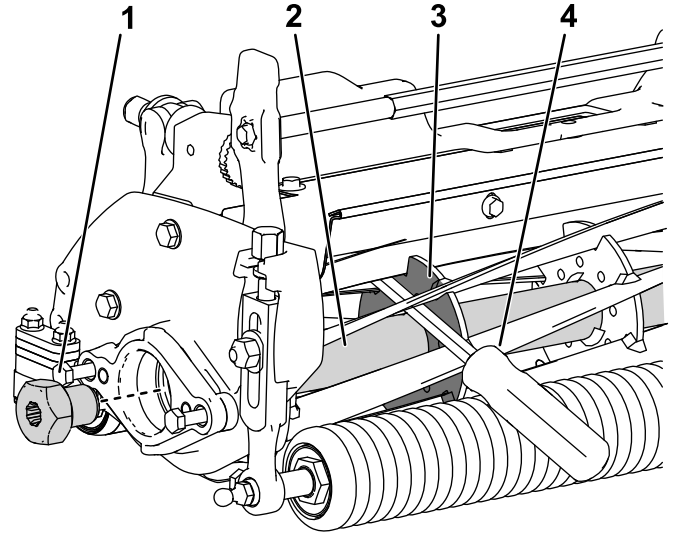

Bild 37
1. Stecken Sie ein langes Hebeleisen (empfohlen 10 mm x 300 mm mit Schraubendrehergriff) durch die Vorderseite der Spindel, nahe an der Seite des Mähwerks, die Sie anziehen werden (Bild 37).
2. Setzen Sie das Hebeleisen gegen die Schweißseite der Spindelhalterung (Bild 37).